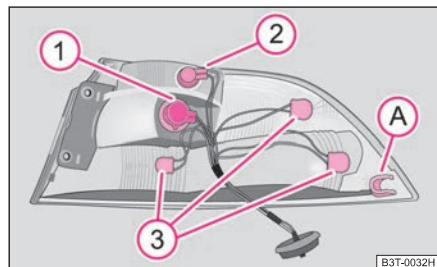

Fig. 224 Parte exterior de la unidad de luces posteriores: lámparas
- Al montarla, introduzca primero la unidad de luces posteriores junto con el alojamiento (A) ⇒ página 255, fig. 224 hacia delante sobre un perno en la carrocería.
Posición de montaje de las bombillas en la unidad de luces posteriores exterior ⇒ fig. 224.